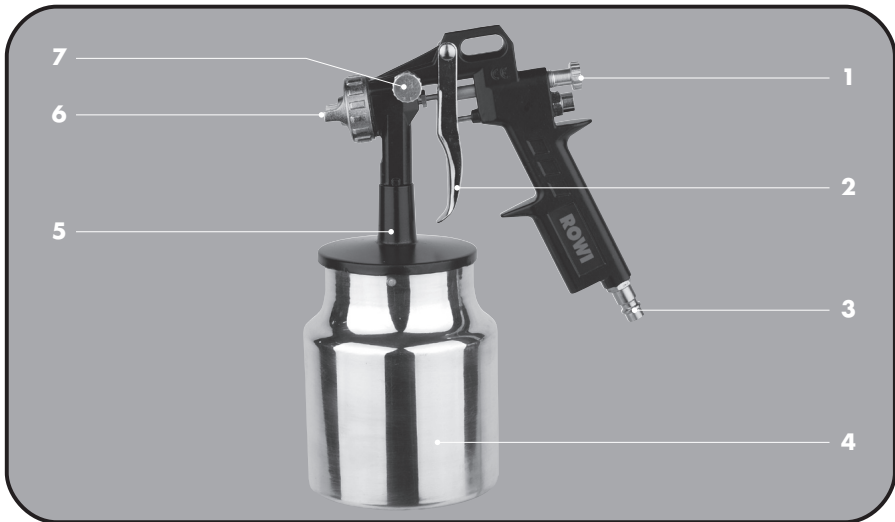

Abb. 1: Geräteübersicht
1. Leeren Sie die gewünschte Farbmenge in den Metall-Saugbecher (siehe Abb. 1, Nr. 4), beachten Sie hierbei, dass der maximale Behälterinhalt von 1000 ml nicht überschritten werden darf. Schrauben Sie anschließend den Saugbecher wieder an. Der Saugbecher muss fest und dicht an der Farbspritzpistole angeschlossen sein.
Die Einstellung der austretenden Farbmenge kann je nach Werkstück reguliert werden. Drehen Sie hierfür die Stellschraube (siehe Abb. 1, Nr. 1) im Uhrzeigersinn, um die Farbmenge zu erhöhen. Entgegen des Uhrzeigersinns verringern Sie die Farbmengenzufuhr.
Das Farbbild kann gemäß dem Werkstück von Rund- auf Breitstrahl angepasst werden. Für Objekte mit größerer Farbfläche ist ein Breitstrahl von Vorteil, dieser kann entweder vertikal oder horizontal eingestellt werden. Zur Breitstrahleinstellung die Stellschraube (siehe Abb. 1, Nr. 7) im Uhrzeigersinn drehen. Um den Sprühstrahl auf Rundstrahl einzustellen, drehen Sie die Stellschraube entgegen des Uhrzeigersinns.